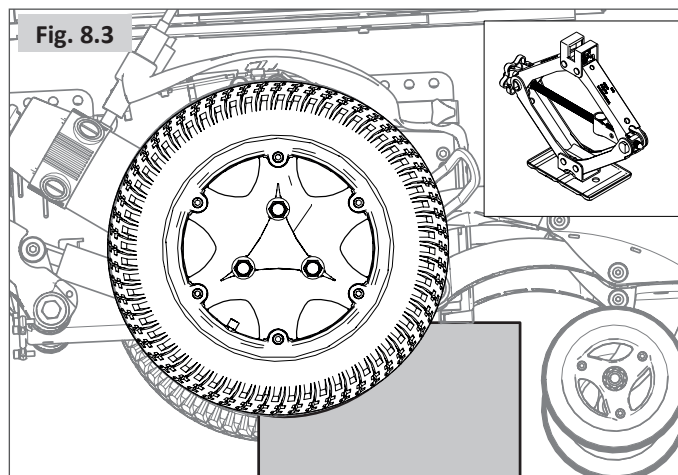

Fig. 8.3
- Surélevez le compartiment à batteries / la base à l'aide d'un cric et faites-le reposer sur une cale, (Fig. 8.3).